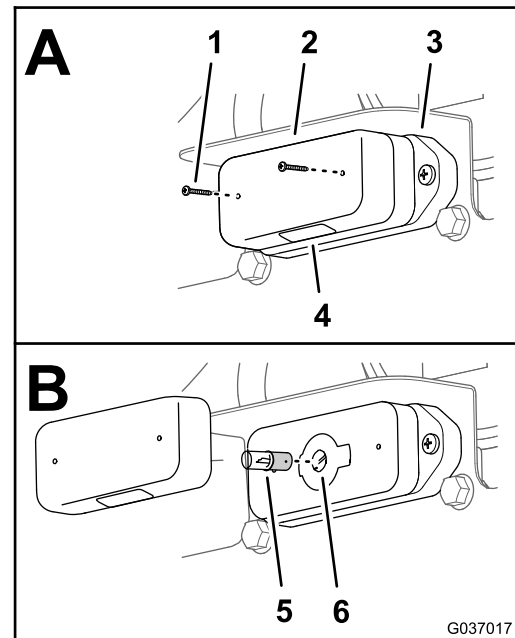

Figura 71
1. Retire os dois parafusos que fixam a cobertura à base da luz de matrícula e retire a cobertura (A de Figura 71).
2. Empurre ligeiramente a lâmpada e rode-a no sentido contrário ao dos ponteiros do relógio até que tenha desbloqueado da tomada de luzes e retire a lâmpada (B de Figura 71).
3. Insira a nova lâmpada na tomada da lâmpada (B de Figura 71).
4. Empurre ligeiramente a lâmpada e rode-a no sentido dos ponteiros do relógio até que bloqueie na tomada (B de Figura 71).
5. Alinhe a cobertura com a base da luz de matrícula com a lente para baixo (A de Figura 71).